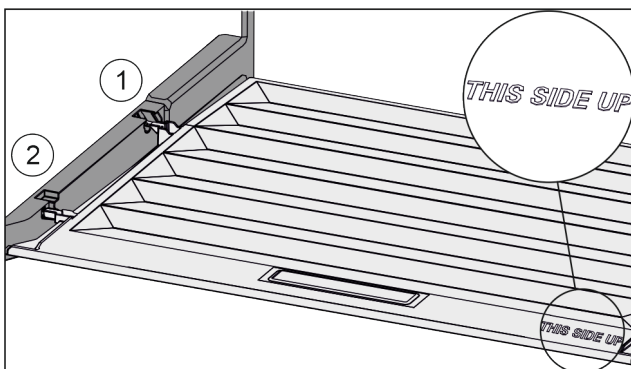

Fig. 74
- ▶ Inserire le nervature del coperchio attraverso l'apertura del supporto posteriore Fig. 74 (1) e innestare anteriormente nel supporto Fig. 74 (2).